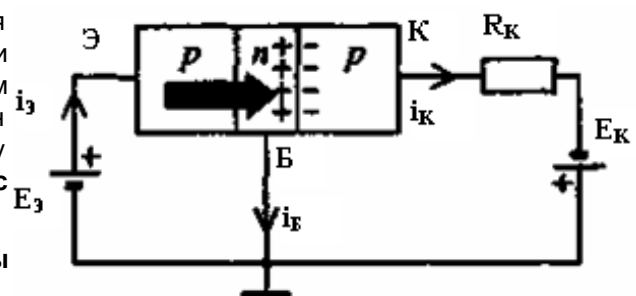

Рис. 1.16
На рис. 1.16 приведена схема включения транзистора с подключенными источниками постоянного напряжения и коллекторным резистором. В этой схеме с корпусом соединен вывод базы транзистора. Поэтому эту схему называют **схемой включения транзистора с общей базой (ОБ)**.
1) **активный режим** – открыт эмиттерный переход и закрыт коллекторный переход (рис. 1.16);
Для получения этого режима необходимо в схеме (см. рис. 1.16) изменить полярность источника $E_Э$ на противоположную;
3) **режим насыщения** – два р-п-перехода транзистора открыты и через них протекают прямые токи. Для получения этого режима необходимо в схеме (см. рис. 1.16) изменить полярность источника $E_К$ на противоположную;
4) **инверсный режим** – открыт коллекторный переход и закрыт эмиттерный переход. Для получения этого режима необходимо в схеме (см. рис. 1.16) изменить на противоположные полярности источников $E_К$ и $E_Э$.